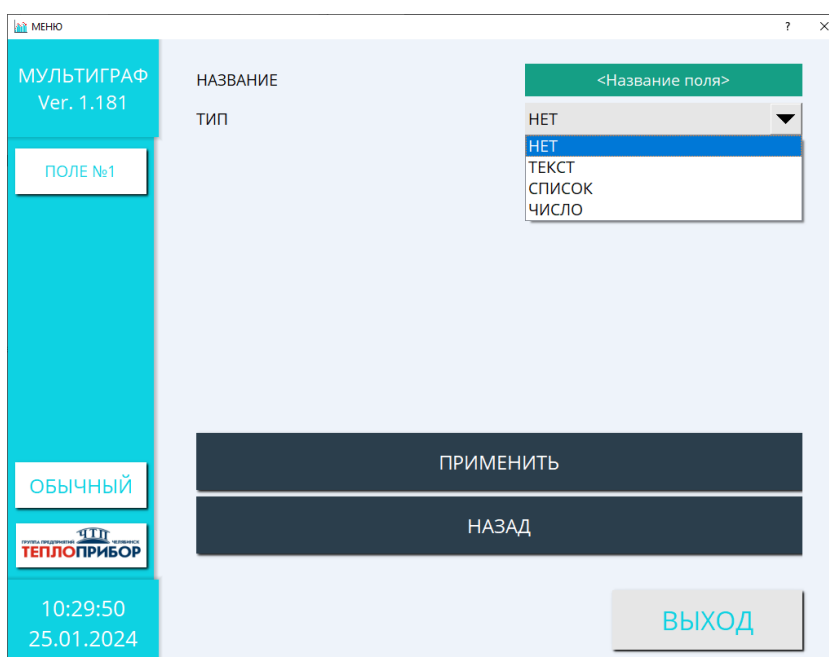

Рисунок 2.48 – Выбор типа пользовательского поля
2.3.6.2 «ТИП». Данная настройка определяет выбор вводимого параметра в пользовательском поле (рис. 2.48).